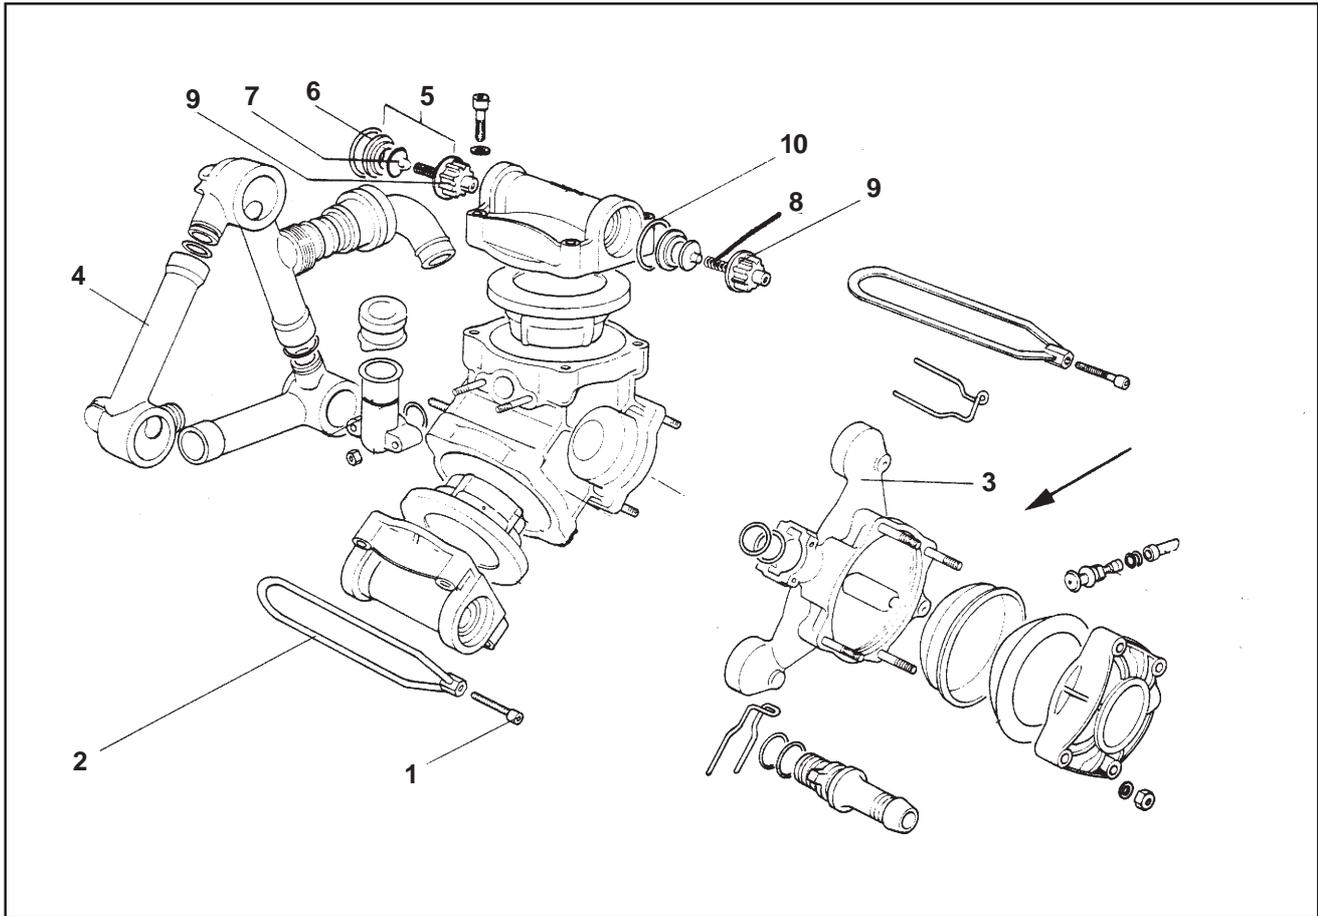

Рис. 9.6
- Отвинтить винты (рис.9.6/1) и снять натяжной бугель (рис.9.6/2), отсоединить всасывающий и выпускной патрубки (рис. 9.6/3 и 9.6/4).
- Извлечь клапанную группу (рис. 9.6/5).
- Проверьте исправность и степень износа посадки клапанов (рис.9.6/6), самих клапанов (рис.9.6/7), пружин клапанов (рис. 9.6/8), направляющие клапанов (рис. 9.6/9) и, снять О-образные кольца (рис. 9.6/10).
- После проверки и чистки смонтировать клапанную группу (рис.9.6/5).
При сборке следить, чтобы не повредить направляющую клапана (рис. 9.6/9). Повреждение может привести к блокировке клапана.
- Закрепить фланцы всасывающего (рис. 9.6/4) и выпускного (рис. 9.6/3) патрубков на корпусе насоса и установите натяжной бугель.
- Затяжку винтов (рис. 9.6/1) осуществлять накрест с вращательным моментом **11** ньютон/метр.